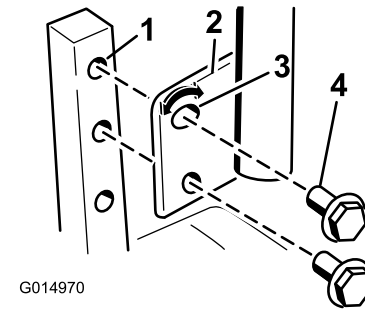

Bild 22
1. Entfernen Sie die beiden Schrauben, mit denen der Schalthebel am Schalthebelarm befestigt ist (Bild 22).
2. Setzen Sie den Schalthebel in die nächste Lochposition. Befestigen Sie den Hebel mit den zwei Schrauben (Bild 22).
2. Lösen Sie die untere Schraube genug, um den Schalthebel nach vorne oder hinten zu drehen (Bild 22). Ziehen Sie beide Schrauben fest, um den Schalthebel in der neuen Stellung zu arretieren.